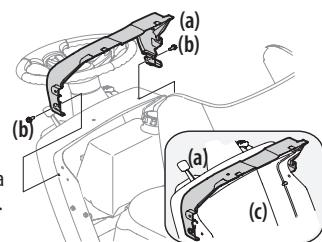

Figura 8
- Si la cubierta del tablero de instrumentos (a) fue despachada suelta, los elementos de ferretería para fijar la cubierta del tablero de instrumentos (a) se desplazan instalados en la cubierta del tablero de instrumentos (a). Extraiga los dos pernos (b) que sujetan la cubierta del tablero de instrumentos (a). Consulte la Figura 8.
- Monte la cubierta del tablero de instrumentos (a) y alinee los orificios que están entre la parte superior del tablero de instrumentos y la cubierta del tablero de instrumentos. Consulte la Figura 8.
- Fije la cubierta del tablero de instrumentos (a) al tablero (c) con los pernos (b) que retiró en el Paso 1. Consulte la Figura 8.